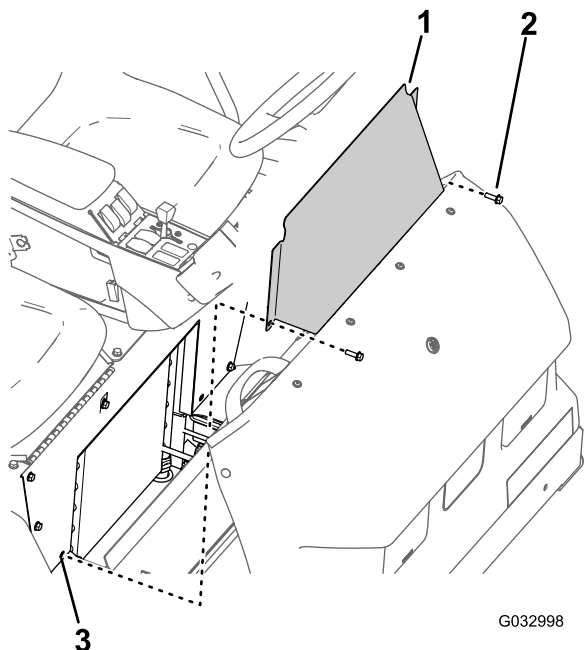

Figure 66
- Retirez les 2 boulons à embase qui fixent le panneau d'accès à la base du siège (Figure 66).
- Déposez le panneau d'accès à la base du siège de la machine (Figure 66).
- Alignez les trous du panneau d'accès et les trous dans la base du siège (Figure 66).
- Fixez le panneau d'accès à la base du siège au moyen des 2 boulons à embase (Figure 66) retirés à l'opération 1 de la section Dépose du panneau d'accès à la base du siège (page 56).